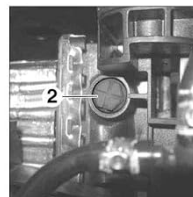

FIG. 17
- Svitare la vite di spurgo (2) situata in alto a destra del radiatore (Fig. 17).